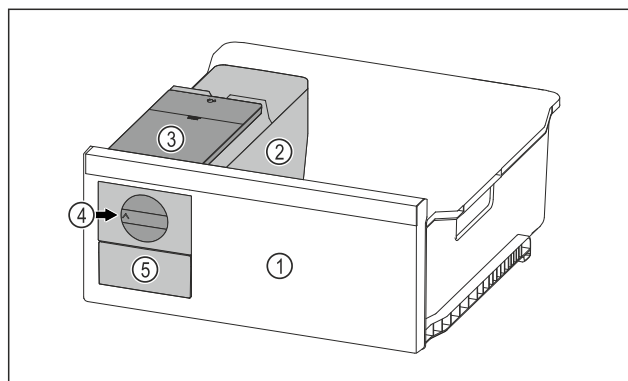

Fig. 71 Przykładowa prezentacja
- ▶ Pokrętko Fig. 71 (4) obrócić zgodnie z ruchem wskazówek zegara.
- ▷ Kostki lodu wypadają do pojemnika na kostki lodu w szufladzie na kostki lodu Fig. 71 (5). Jeżeli nie wszystkie kostki lodu zostaną zwolnione z pojemnika na kostki lodu: